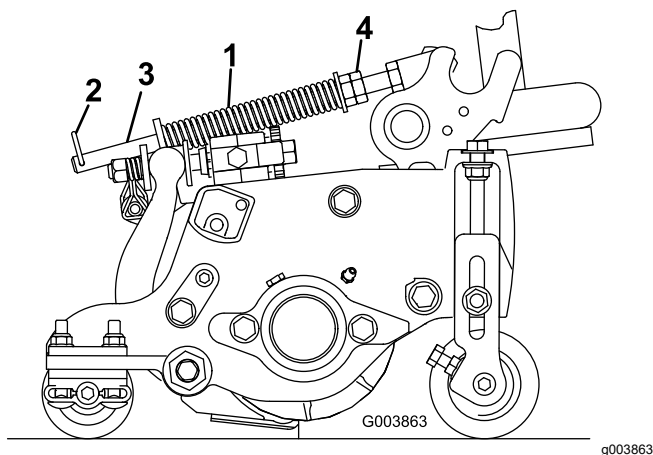

Figure 59
Le ressort de compensation (Figure 59) transfère le poids du rouleau avant au rouleau arrière. Cela évite la formation d'ondulations à la surface de la pelouse.
1. Vérifiez que la goupille fendue est insérée dans le trou arrière de la tige de ressort (Figure 59).
2. Serrez les écrous hexagonaux à l'extrémité avant de la tige de ressort jusqu'à ce que la longueur du ressort comprimé soit égale à 16 cm ; voir Figure 59.